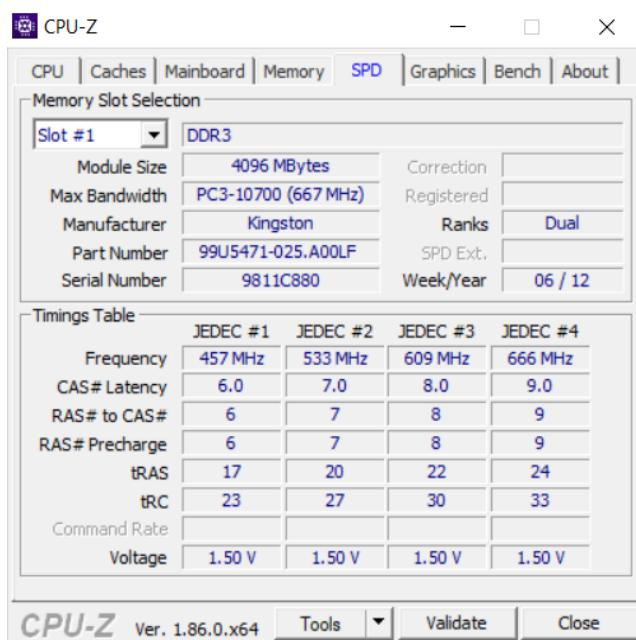

Figura 3. Características de los módulos de memoria proporcionadas por el fabricante
- Desde los datos proporcionados por la hoja de especificaciones de los módulos (archivo kvr1333d3n9_4g.pdf) y el programa CPU-Z (Figuras 3 y 4) relléñese la siguiente tabla. Recuérdese que la figura 3 muestra información solo de un *slot*, pero existen otros 7 con idénticas características.